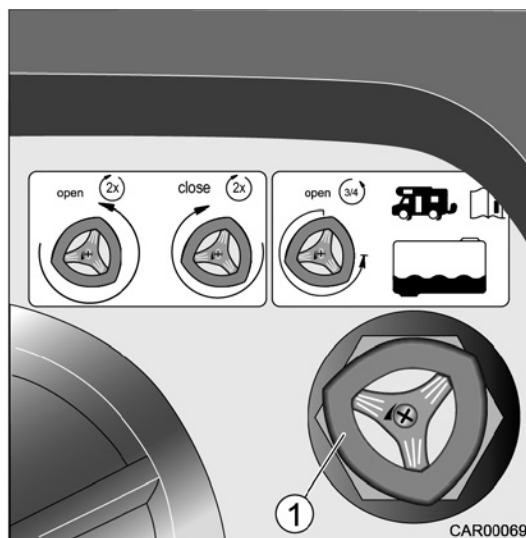

Fig. 145 Diminution du poids
1. Pour diminuer le poids sur 20 l, tourner le robinet de vidange (Fig. 145/1) 3/4 de tours dans le sens anti-horaire.